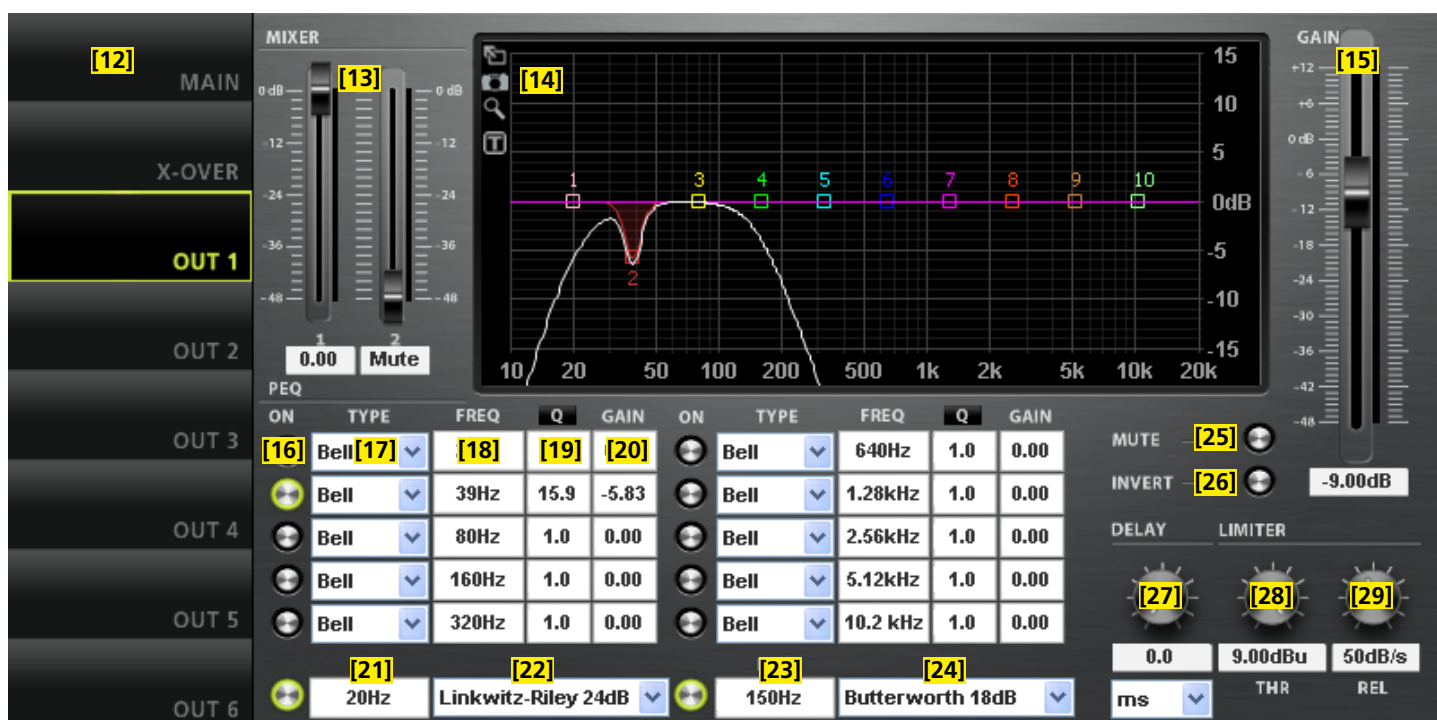
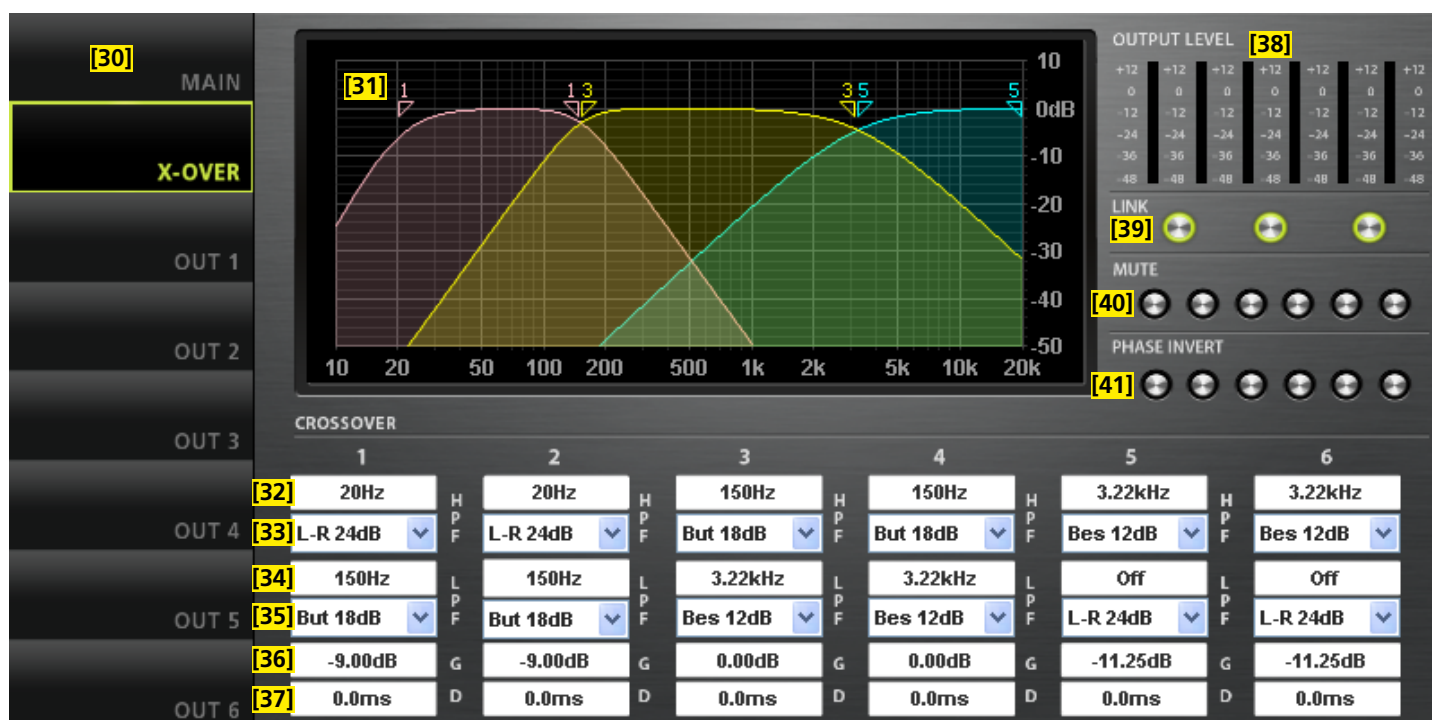

Abb. 11 Ansicht OUT 1
Abb. 12 Ansicht X-OVER
Über die Schaltflächen der Seitenleiste [1] kann auf die anderen Ansichten (X-OVER, Abb. 12 und OUT 1–6, Abb. 11) umgeschaltet werden. Über die Schaltfläche MAIN gelangt man zurück zur Hauptansicht.
6.3.3 Ansicht OUT 1–6 (Abb. 11)
6.3.5 Ansicht X-OVER (Abb. 12)